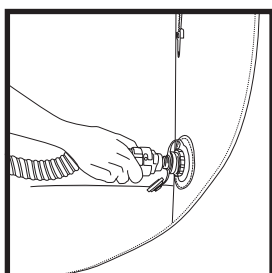

Abb. 2
4. Schließen Sie die Pumpe an und pumpen Sie das Produkt, bis es voll ist Steifheit (Abb. 2).